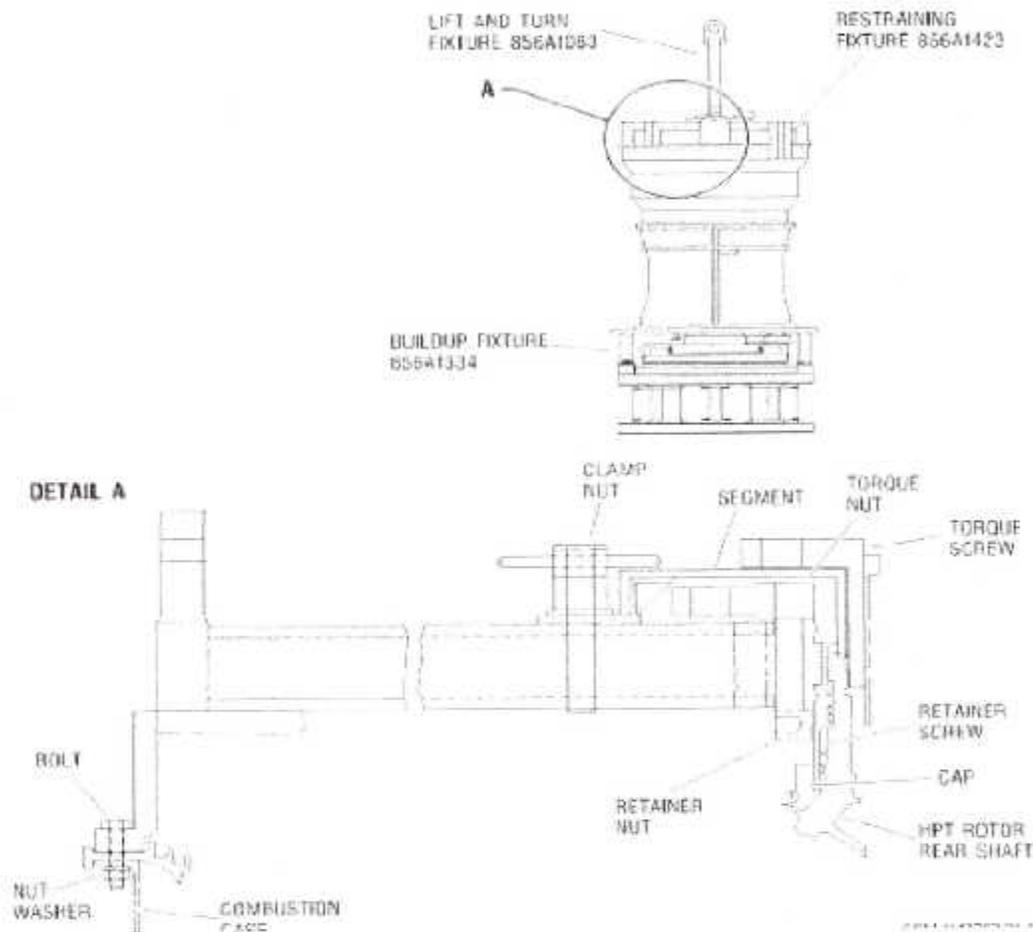

Fig. III.72 : Enlèvement du Dispositif de Retenu.
7. On Retire le Dispositif de Retenue, (fig.III.72) comme suit :